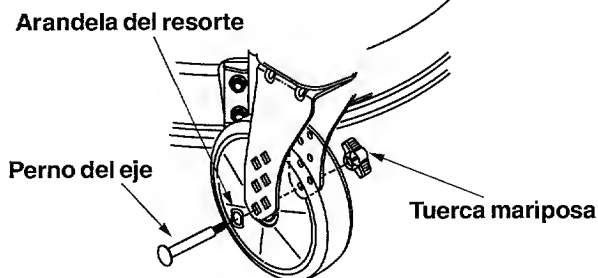

Figura 17
- Para ajustar, extraiga la tuerca mariposa del perno del eje. Vea la Figura 17.
- Con la arandela del resorte sobre el perno del eje, reinserte el perno del eje en el orificio cuadrado deseado, a través del conjunto de las ruedas. Vea la Figura 17.